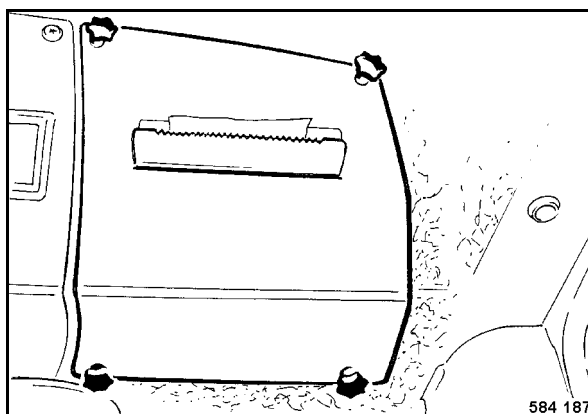

Fig. 99
- Desenroscar las empuñaduras de estrella (Fig. 99) y retirar la cubierta.